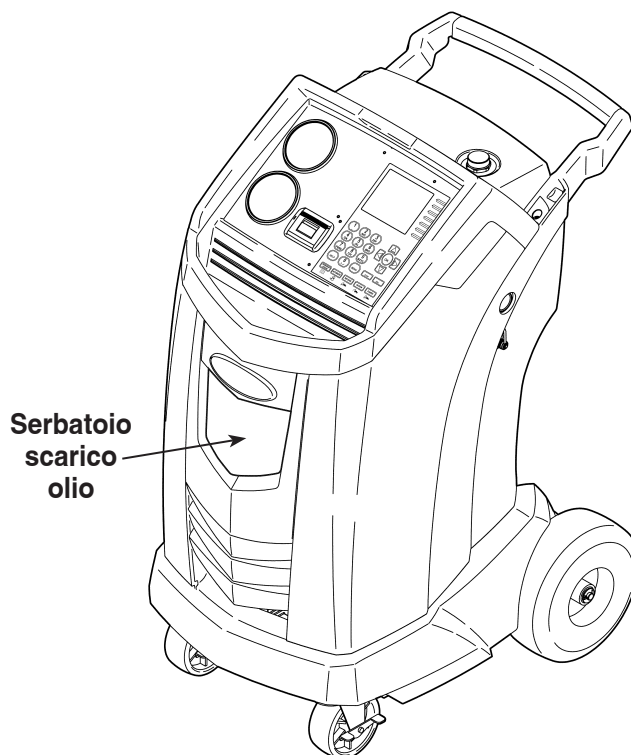

Figura 2
1. Tenere il serbatoio di scarico dell'olio dritto e inserire il raccordo nel foro finché non si blocca con uno scatto. Vedi Figura 2.